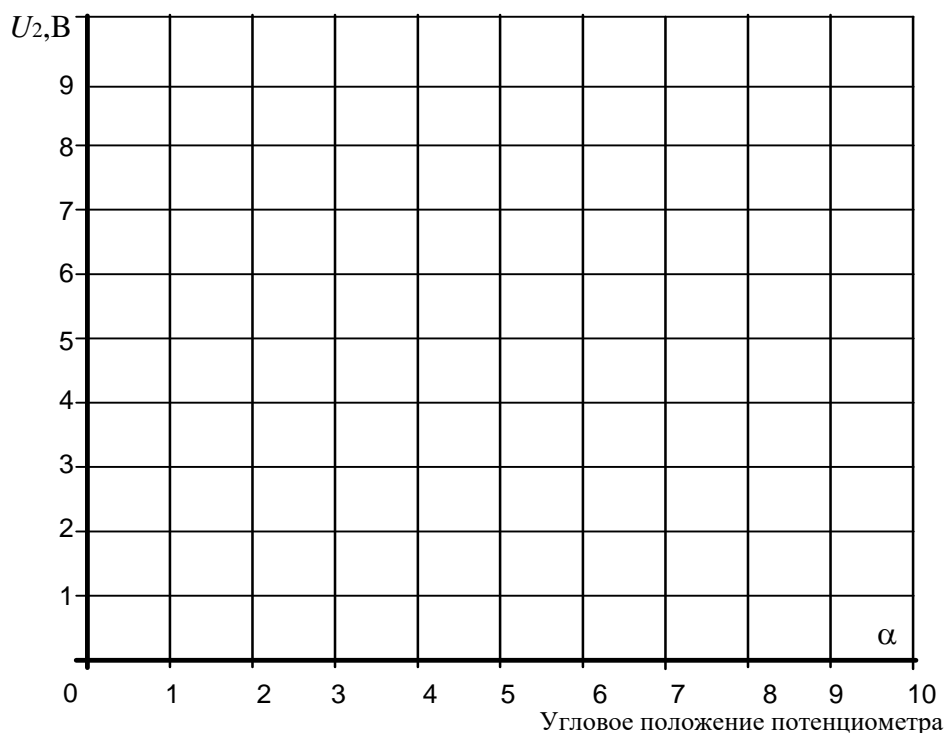

Рисунок 12
5.3. Внесите все измеренные величины в таблицу 5 и перенесите их также на график (рис. 12) для построения кривой $U_3 = f(\alpha)$.